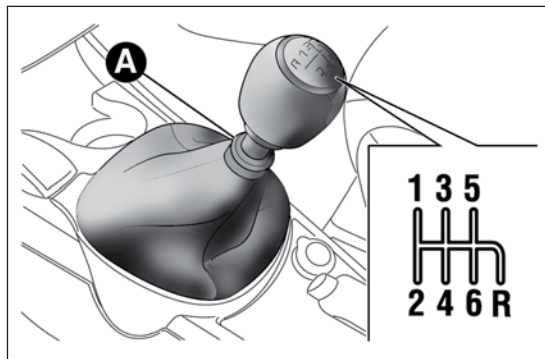
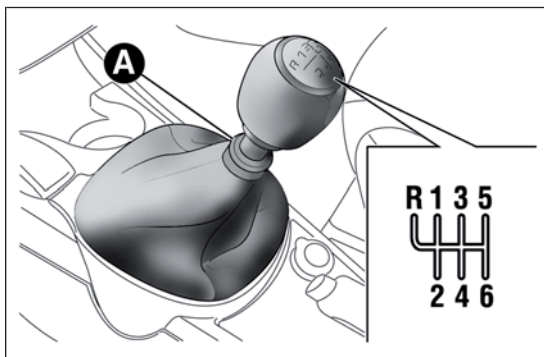
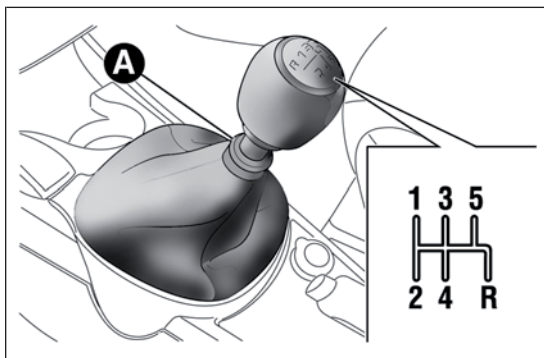

РИС. 113
РИС. 114
РИС. 115
Для включения передачи до конца выжмите педаль сцепления и приведите рычаг переключения передач в нужное положение (схема расположения передач указана на рукоятке рычага РИС. 113, РИС. 114, РИС. 115).
- в исполнениях 1.4 Turbo Multi Air 170CV Quadrifoglio Verde и 1.6 JTDM переместите рычаг влево, а затем вперед РИС. 114
- в исполнениях Turbo TwinAir, 1.4 Benzina, 1.4 Turbo Multi Air и 1.3 JTDM-2 переместите рычаг вправо, а потом назад РИС. 113 и РИС. 115.